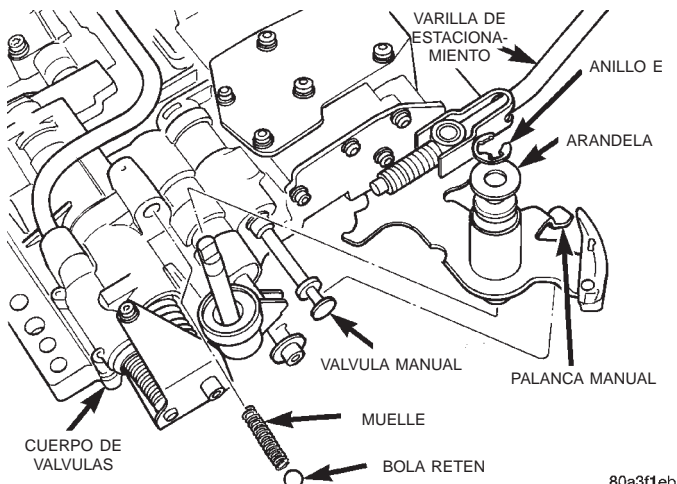

Fig. 66 Palanca manual y manija de admisión
(42) Inserte la manija de admisión a través del costado de la placa de transferencia del cuerpo de válvulas y hacia arriba (Fig. 66).
(44) Instale la junta, la arandela y el collarín E que sujetan el eje manual en el cuerpo de válvulas (Fig. 66).
(45) Instale en el cuerpo de válvulas la válvula de conmutación y el muelle, la válvula reguladora de